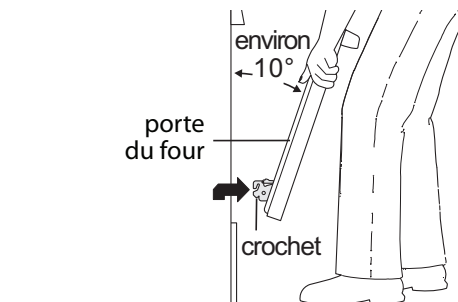
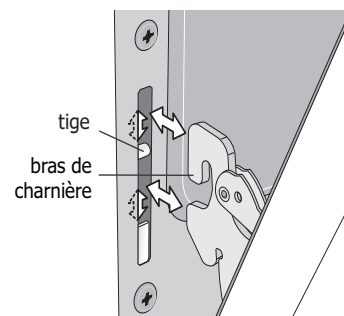

Figure 24 : Tenir fermement la porte lors de son retrait
Figure 25 : Remise en place et emplacement des bras de charnière et des tiges
3. Tenez fermement les deux côtés de la porte. N'utilisez pas la poignée de la porte (Figure 24).
5. Soulevez les bras des charnières de la porte au-dessus des tiges situées de chaque côté du cadre du four (Figure 24).
1. Tenez fermement les deux côtés de la porte. N'utilisez pas la poignée de la porte (Figure 24).
2. En tenant la porte dans le même angle que pour la retirer, posez les crochets des bras des charnières sur les tiges situées de chaque côté du cadre de la porte (Figure 24 et Figure 25). Les crochets des bras de charnière doivent être bien assis sur les tiges.
4. Poussez les verrous des charnières de droite et de gauche vers le haut et dans le cadre du four jusqu'à ce qu'ils soient en position verrouillée (Figure 25).